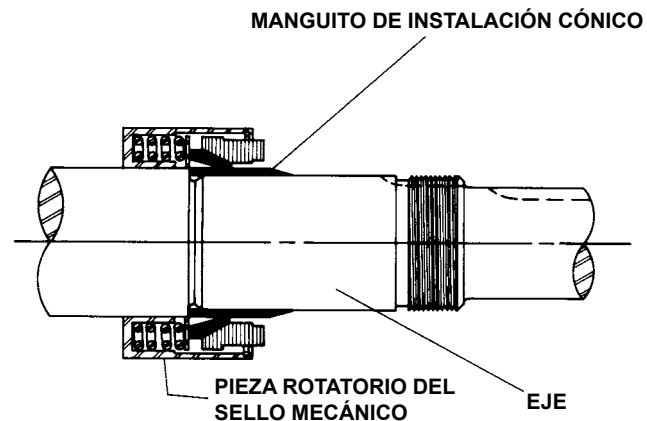
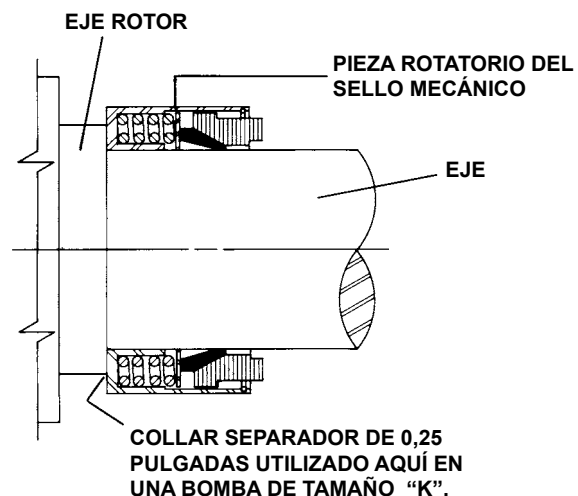

FIGURA 9
FIGURA 10
6. Coloque el manguito cónico de instalación (suministrado con los sellos mecánicos de repuesto H, HL, K, KK, L, LQ y LL) sobre el eje. Ver Figura 9. Revistir el diámetro interior del componente rotatorio del sello, el manguito cónico de instalación y el eje con una pequeña cantidad de aceite pesado SAE 30 no detergente. Coloque el componente rotatorio en el eje sobre el manguito y contra el eje del rotor. Ver Figura 10.